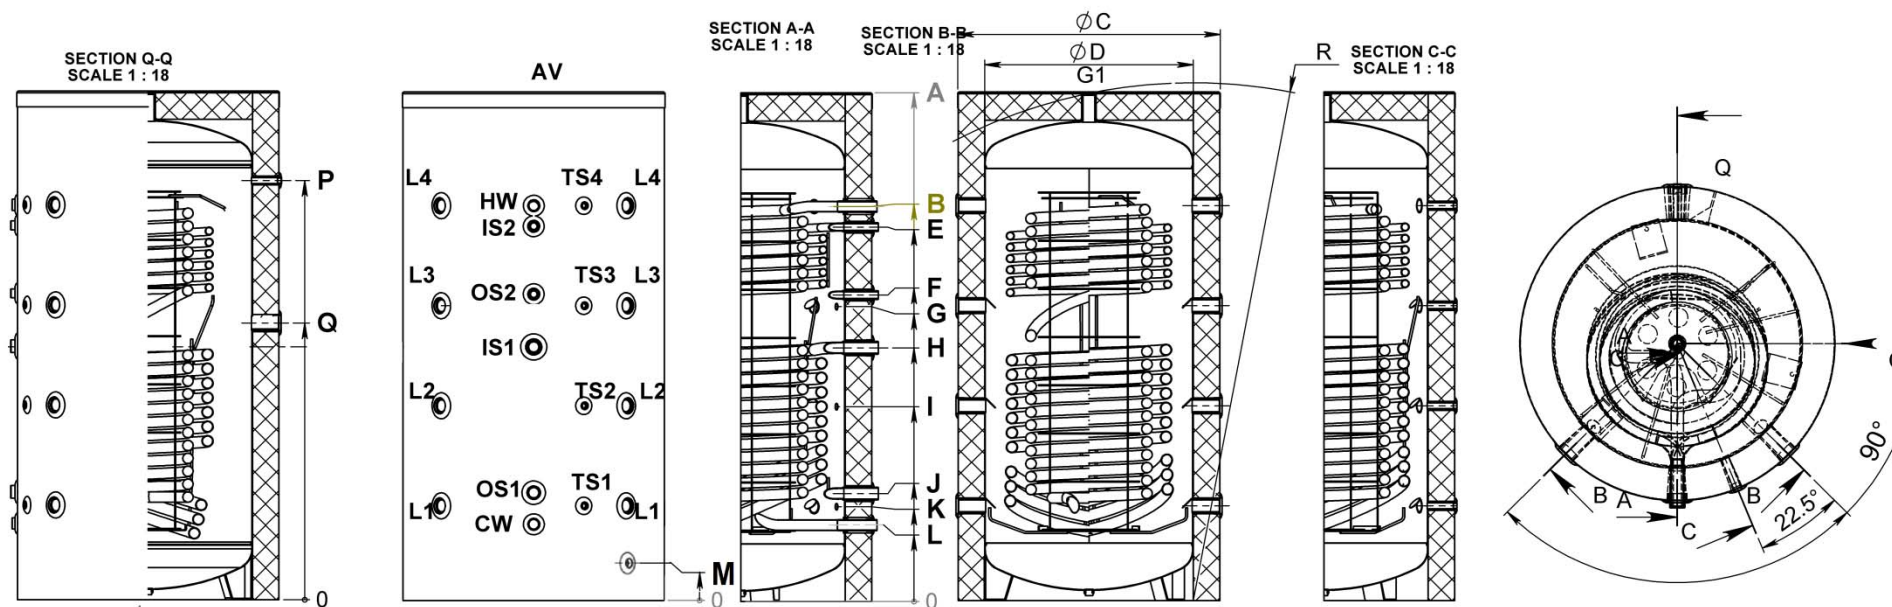

Fig1
-Lors de l'étape suivante, les deux côtés de la fermeture à glissière doivent être tirés avec une légère traction dans le sens des flèches représentées à la figure 1.